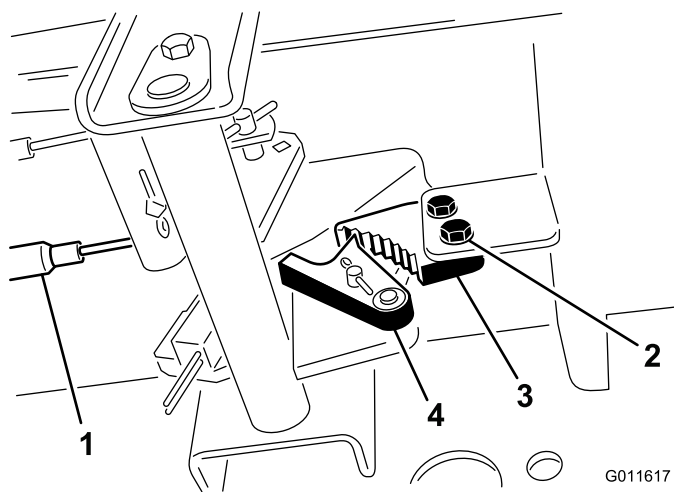

图 109
2. 松开将驻车刹车闩固定到机架的 2 个螺钉 图 109。
3. 向前踩驻车刹车踏板直到刹车卡槽完全接合刹车闩 图 109。